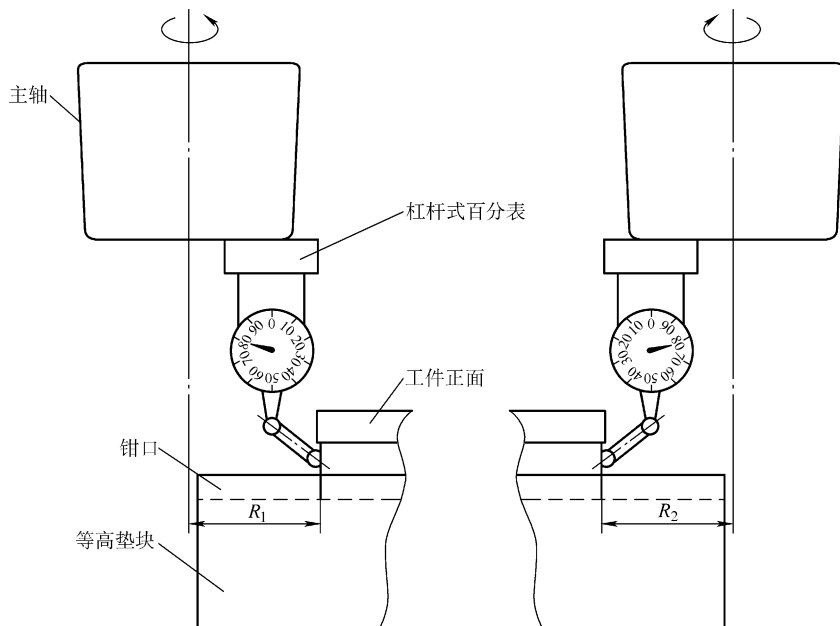

图 4-61 杠杆式百分表 XY 方向对刀
还有一种用杠杆式百分表进行 G54 的 X、Y 方向对刀的方法，可以不用预先对工件正面进行外形铣削，如图 4-61 所示。
1) 将杠杆式百分表的磁性表座紧紧吸附在主轴上，表头探针接触左侧已经加工过的表面，转动主轴，使得百分表沿空间平面画弧，反复调试，找到百分表的最大读数，比如 80。记下此时的机床坐标  $X_1$  和  $Z_1$  值，此时空间画弧的半径为  $R_1$ ，如图 4-61 左图所示。
2) 左侧让开工件，抬起主轴，利用手轮摇到右侧同样高度  $Z_1$  处，用表头探针接触右侧已经加工过的表面，转动主轴，使得百分表沿空间平面画弧，反复调试 X 方向，使得百分表的最大读数同样为 80，如图 4-61 右图所示。百分表相对主轴位置无移动的情况下，可以认为  $R_1=R_2$ ，记下此时机床坐标  $X_2$ ，可得 G54 的  $X=(X_1+X_2)/2$ 。